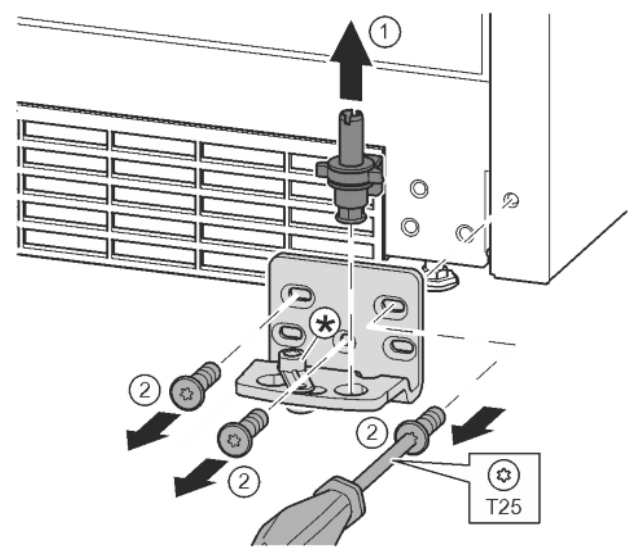

Fig. 11
- Lagerbouten compleet vanaf de bovenkant eruit trekken. Fig. 11 (1)
- Schroeven met schroevendraaier T25 eruit draaien en lagerbus eraf halen. Fig. 11 (2)